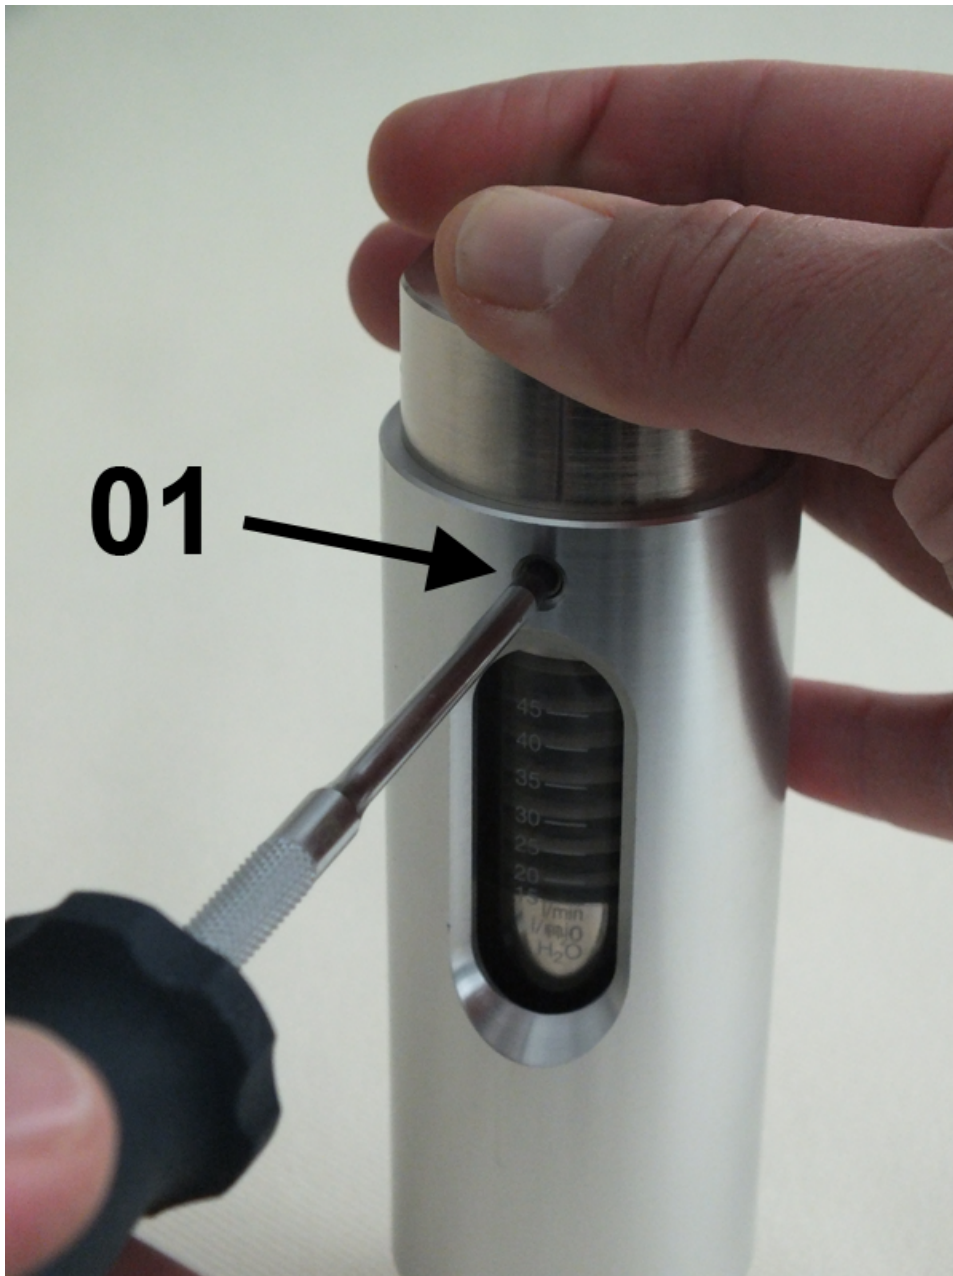

Abb. 57: Innensechskantschrauben anziehen
- 14.** 3 Innensechskantschrauben (Abb. 57/01) anziehen, dabei Schrauben-Anziehdrehmoment beachten (→ Kapitel 11.1 „Anziehdrehmomente“ auf Seite 89)